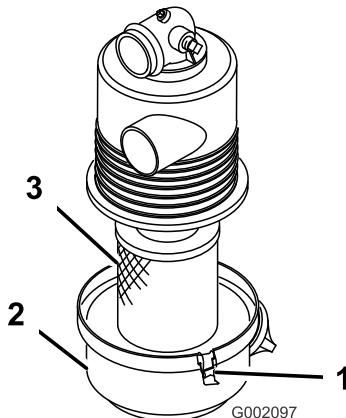

Figura 25
- Abra los enganches que sujetan la tapa del filtro de aire a la carcasa del filtro de aire, y retire la tapa (Figura 25).
- Retire suavemente el elemento del filtro de aire (Figura 25) de la carcasa del filtro.